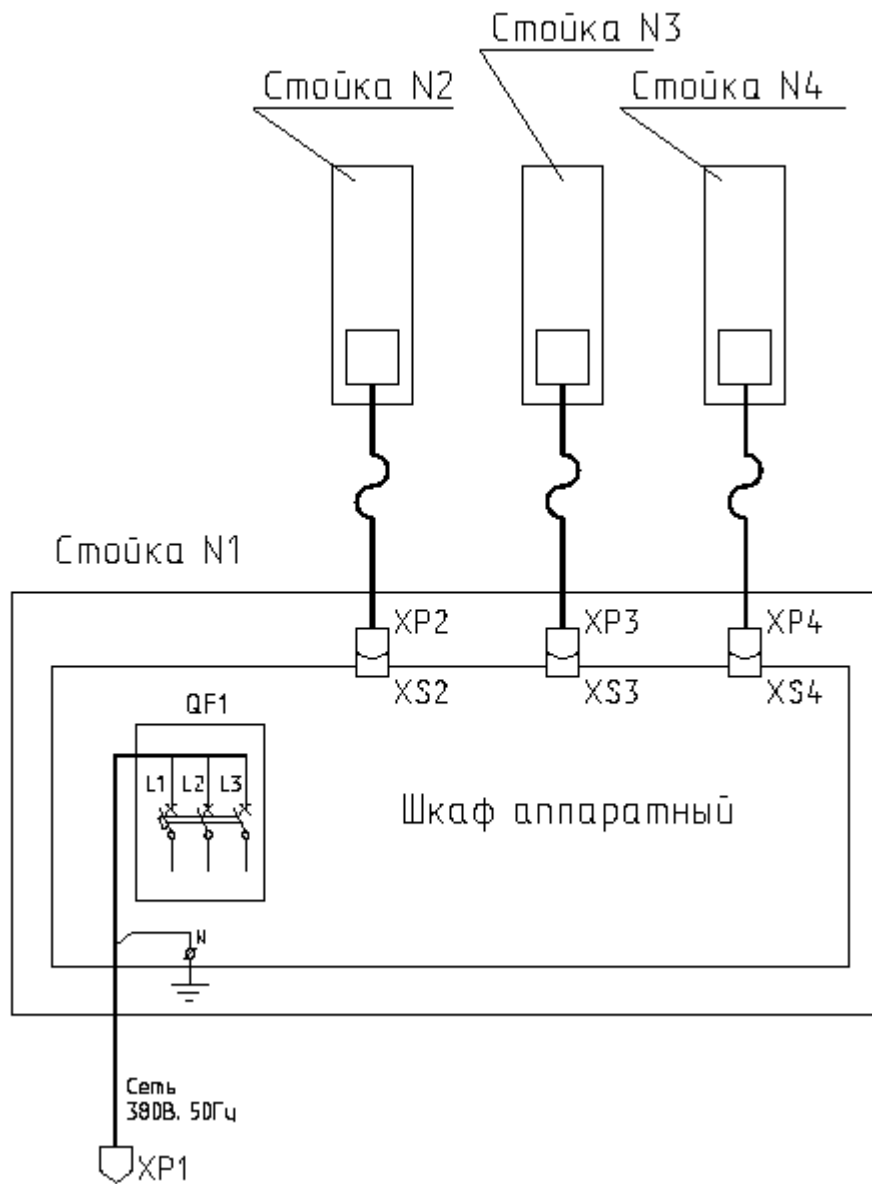

Рис. 4. Схема электрическая соединений подъемника ПП-30М
4.4. Перечень элементов схемы электрической принципиальной приведен в таблице № 1. Схема электрическая соединений приведена на Рис. 4.